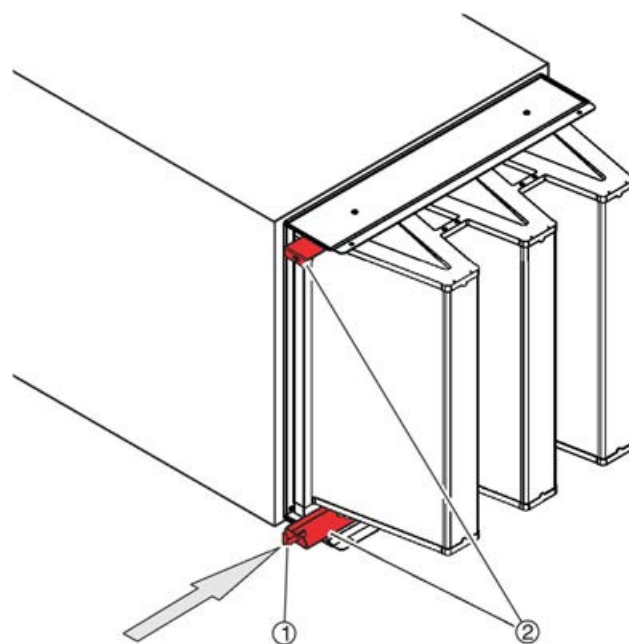

Fig. 57: Empujando los rieles de sujeción hacia adentro
7. ▶ Utilice la llave especial (Fig. 57 /1) para empujar los rieles de sujeción (Fig. 57 /2) hasta el tope.